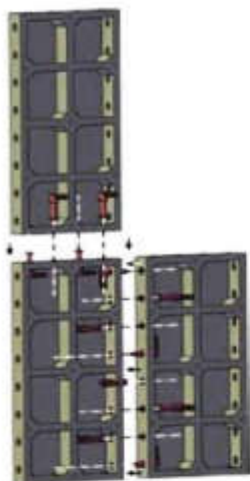

Рис. 1.
- а)** Составить вместе основные пластиковые панели 1,20*0,6м, соединяя их нейлоновыми замками-рукоятками путем поворота их на 90 градусов. (рис. 1)